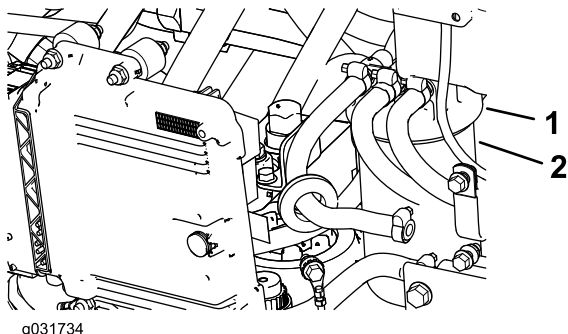

Рисунок 99
1. Очистите поверхность вокруг головки топливного фильтра (Рисунок 99).
2. Снимите фильтр и очистите монтажную поверхность головки фильтра (Рисунок 99).